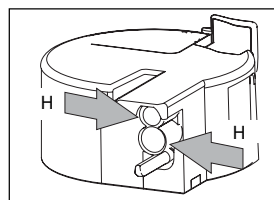
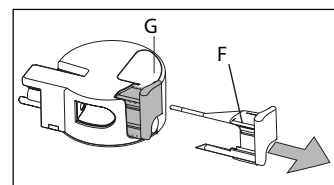

Рис. 46
Рис. 47
- ▶ Снимите регулятор вспененности молока (F), потянув ее от себя.
- ▶ Тщательно промойте все компоненты горячей водой с использованием мягкого моющего средства. Убедитесь, что в отверстиях (Рис. 46) и канавке на тонкой стороне регулятора вспененности молока (Рис. 47) отсутствуют остатки молока.